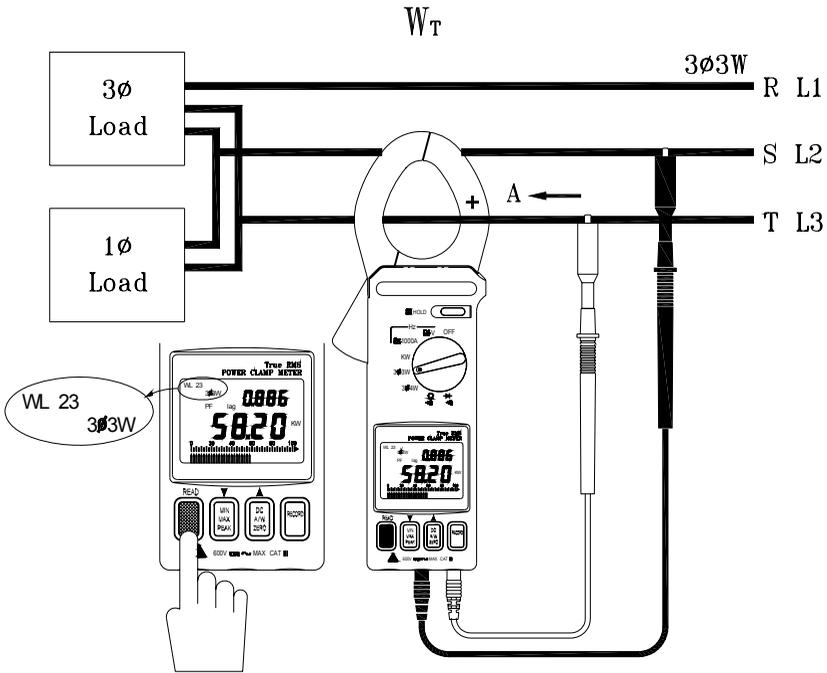

Figura 5
B. Misura $W_{TS}(L3L2)$ (consultare figura 5).